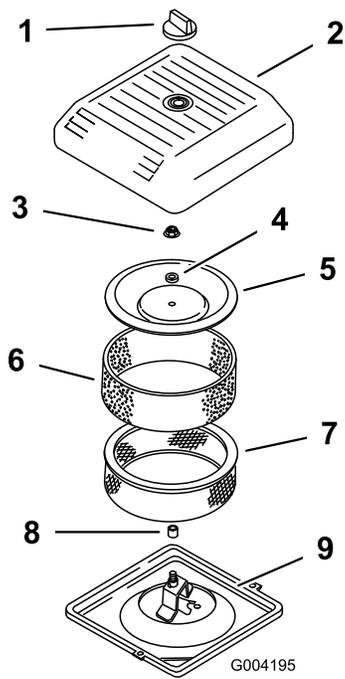

Bild 40
3. Schrauben Sie das Handrad ab und entfernen Sie die Luftfilterabdeckung (Bild 40).
- Schieben Sie den Schaumvorfilter vorsichtig vom Papiereinsatz herunter (Bild 40).
- Schrauben Sie die Abdeckungsmutter ab und nehmen Sie die Abdeckung und den Papiereinsatz ab (Bild 40).
- Schieben Sie den Luftfilter auf das Luftfilterunterteil (Bild 40).
- Setzen Sie die Abdeckung und das Distanzstück auf und befestigen Sie sie mit der Flügelmutter (Bild 40). Ziehen Sie die Mutter auf 11 N·m an.
- Setzen Sie die Luftfilterabdeckung ein und befestigen Sie sie mit dem Handrad (Bild 40).